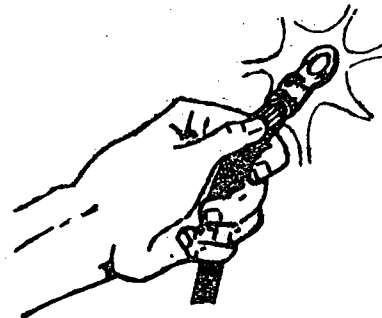

Fig. 5
- b) Clean the terminals (Fig. 5).